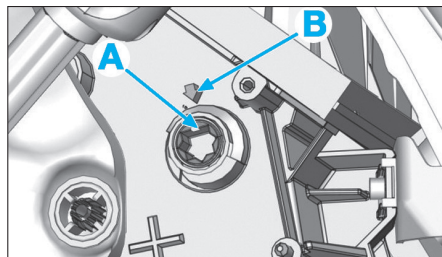

Fig. 32
Procéder dans l'ordre inverse aux opérations de dépose, aligner les repères (A) et (B) (Fig.32) du boîtier climatiseur avant la repose du motoréducteur puis effectuer un essai de fonctionnement.